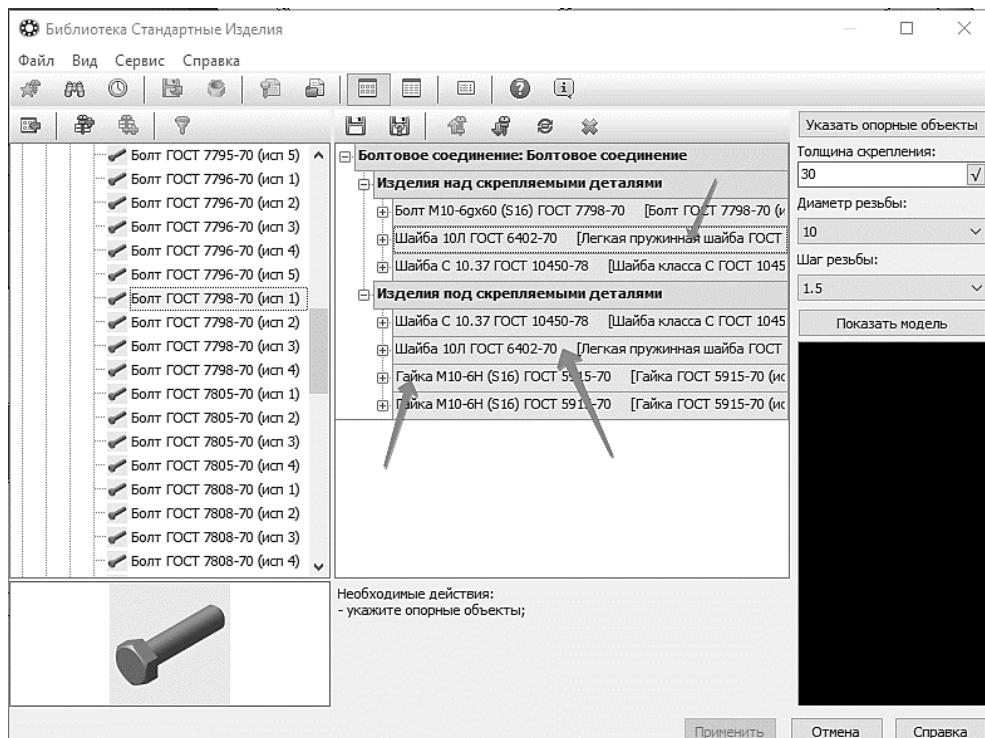

Рис. 112. Выбор набора компонентов
10.3.7В Дереве состава соединения, на «ветви» Изделия над скрепляемыми деталями, сделайте текущей строку Легкая пружинная шайба ГОСТ 6402-70 (исп. 1) и нажмите кнопку Удалить на панели инструментов – указанный элемент будет удален из состава соединения. Таким же образом удалите остальные элементы, помеченные на рис. 112 стрелками.